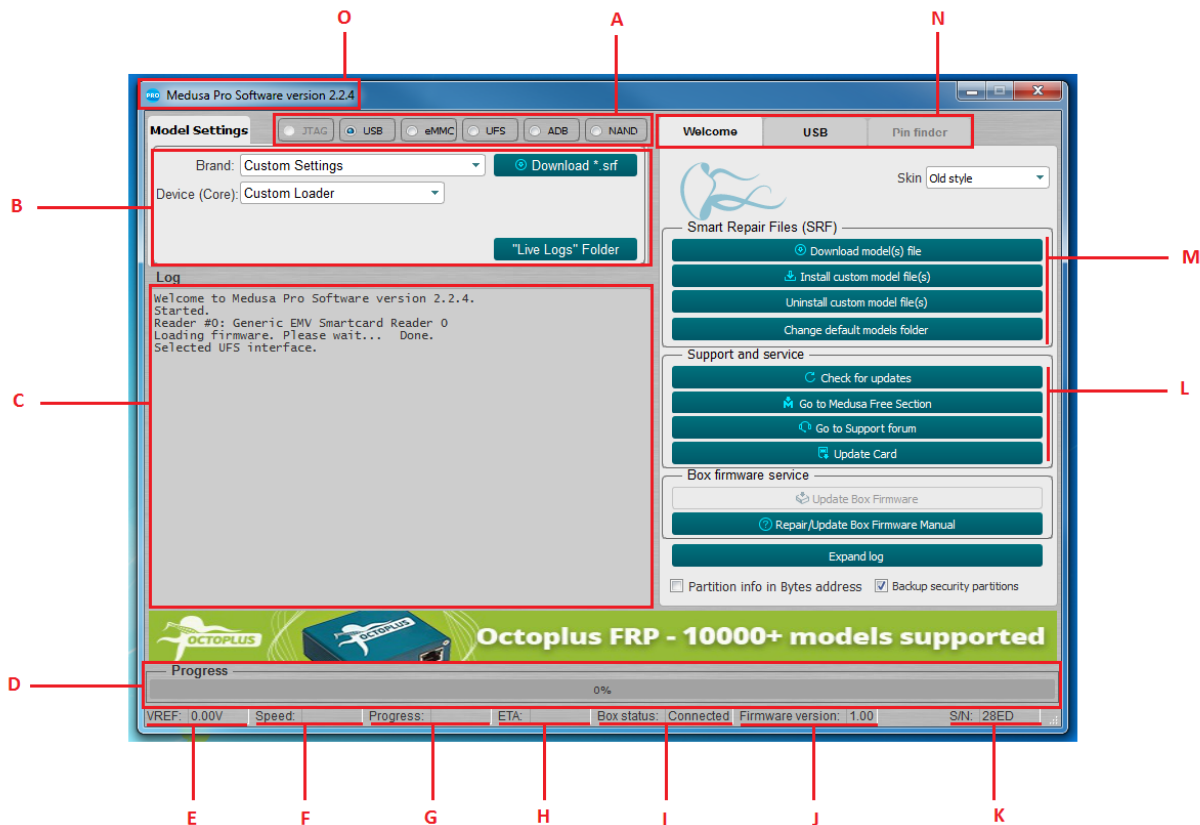

Figura. 1 Pestaña "Bienvenido" de la ventana principal
- N. Grupo de pestañas para trabajar con la box. La primera pestaña de "Bienvenida" se muestra en la Figura 1 y está diseñada para la gestión de SRF, el control de la versión de software y el firmware de caja. La segunda pestaña depende de la interfaz seleccionada. 1A. La tercera pestaña Pin Finder no se utiliza.